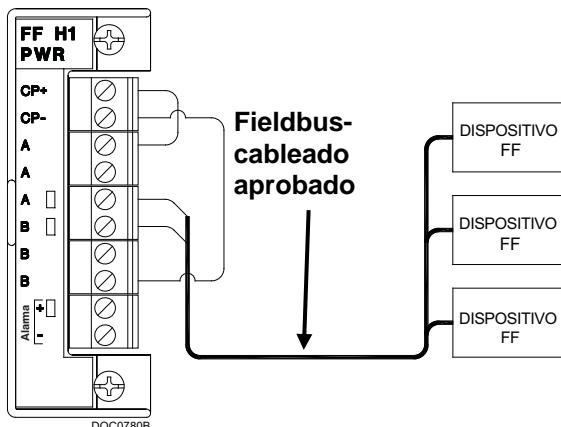
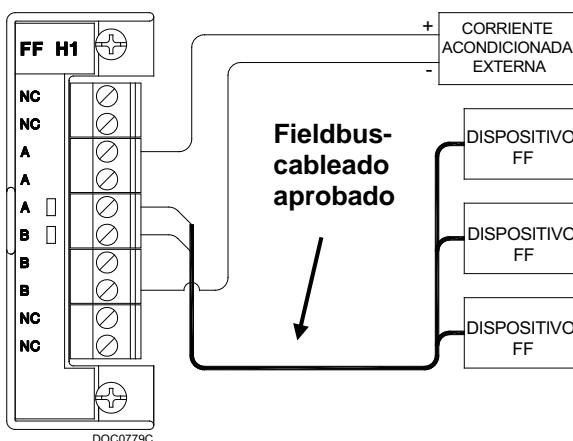

Figura 5. Cableado del sitio para el módulo H1 con carga eléctrica
Figura 6. Cableado del sitio para el módulo H1 sin carga eléctrica
3. Ajuste los tornillos. Ver Figura 5 o Figura 6.
(consulte la *Figura 5*) ofrecen hasta 125 mA de corriente acondicionada.
Use los módulos H1 sin carga eléctrica y una fuente de alimentación externa acondicionada aprobada para fieldbus (consulte la *Figura 6*) si desconoce el consumo de energía o la cantidad de dispositivos fieldbus.